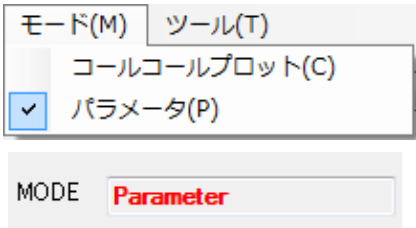

図 3-23
- (2) メニューバーの[モード]-[パラメータ]を選択して、解析モードを **Parameter** に変更します。[MODE]のエディットに選択したモードが表示されます。(図 3-23)